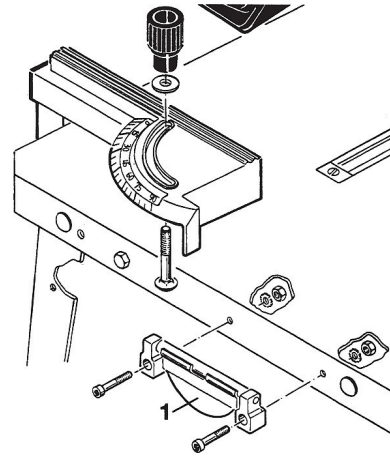

Abb. 11: Klemmvorrichtung Längsanschlag montieren
Schritt 10: Die Klemmvorrichtung (Pos.1, Abb. 11) für den Längsanschlag mit zwei Zylinderschrauben M6x30, zwei Scheiben und zwei Muttern M6 an die Tischplatte montieren.